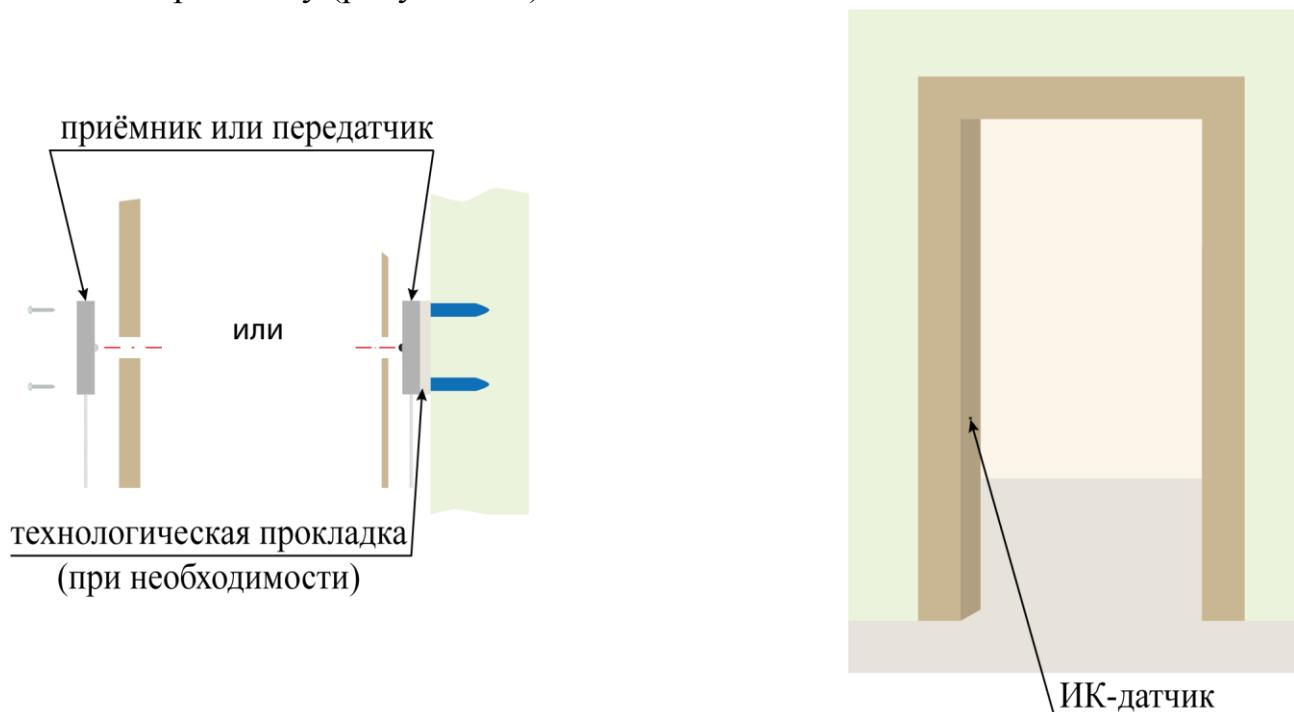

Рисунок 2.6
3) Закрепить приёмник и передатчик ИК-датчика на дверной коробке с помощью винтов самонарезающих, входящих в комплект. Допускается крепление приёмника и передатчика на стену точно напротив отверстий. Отверстия в таком случае рекомендуется просверлить Ø5 мм, что облегчит позиционирование приёмника и передатчика напротив друг друга. Не допускается поворачивание приёмника и передатчика вокруг своей оси более чем на 4° (соблюдение соосности приёмника и передатчика), так как это приведёт к некорректной работе ИК-датчика. Для обеспечения необходимой точности позиционирования допускается применять технологическую прокладку (рисунок 2.6).
- 4) Установить дверную коробку/декоративный элемент с установленным ИК-датчиком на место (рисунок 2.6).